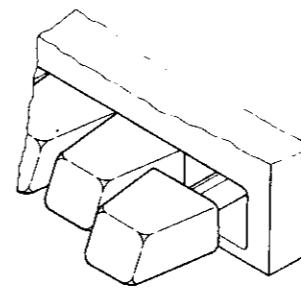

Fig. 8
9.2 Drucktastenknopf nach unten drücken, Fig. 8, und abziehen.
9.2 Push downwards pushbutton knob, fig. 8, and remove.